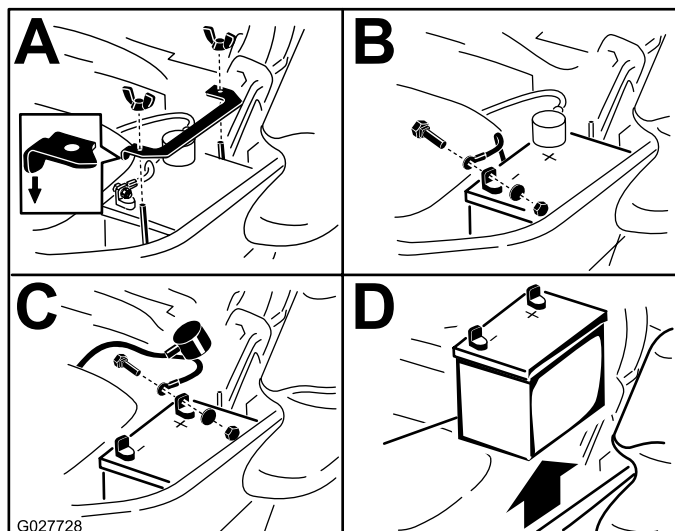

Figure 60
3. Débranchez le câble négatif (noir) de la batterie de la borne négative (-) de la batterie (Figure 60).
4. Enlevez le capuchon rouge de la borne positive (rouge) de la batterie et débranchez le câble positif (+) (Figure 60).
5. Retirez l'écrou à oreilles qui fixe la barrette de maintien de la batterie (Figure 60).
6. Déposez la barrette de maintien (Figure 60).
1. Placez la batterie dans son support en tournant les bornes à l'opposé du réservoir hydraulique (Figure 60).
4. Fixez les câbles avec 2 boulons, 2 rondelles et 2 contre-écrous (Figure 60).
6. Reposez la barrette de maintien et fixez-la avec l'écrou à oreilles (Figure 60).